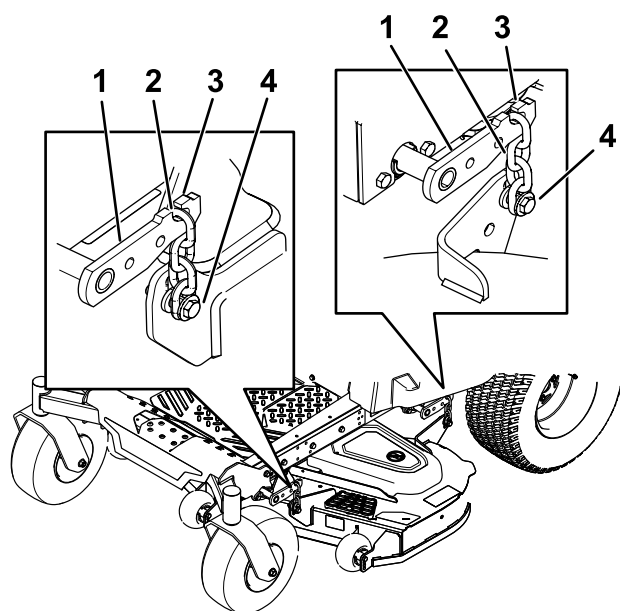

**Figure 75**
6. Retirez la goupille fendue et la rondelle qui fixent l'axe de liaison au cadre et au plateau, et déposez l'axe (Figure 75).
9. Fixez l'axe de liaison avec les goupilles fendues et les rondelles retirées précédemment (Figure 75).